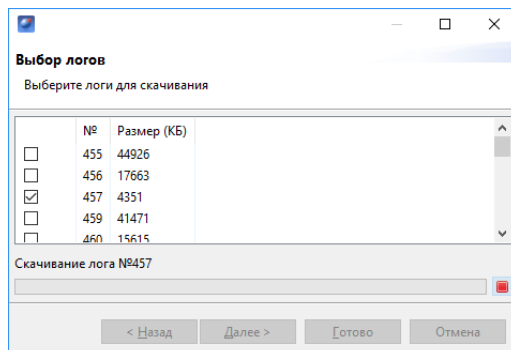
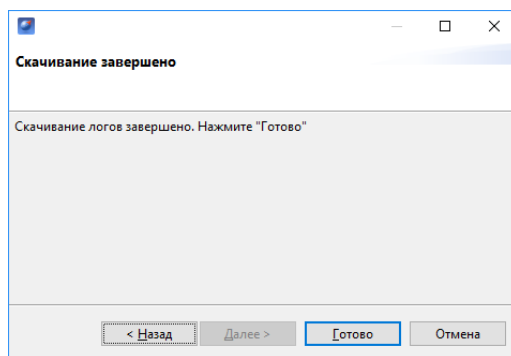

Рис. 122: Загрузка лога автопилота
Рис. 123: Завершение загрузки лога автопилота
5. Укажите место для сохранения скачиваемого лога автопилота. Начнется загрузка выбранного лога автопилота (рис. 122), после чего появится сообщение о завершении процедуры (рис. 123).